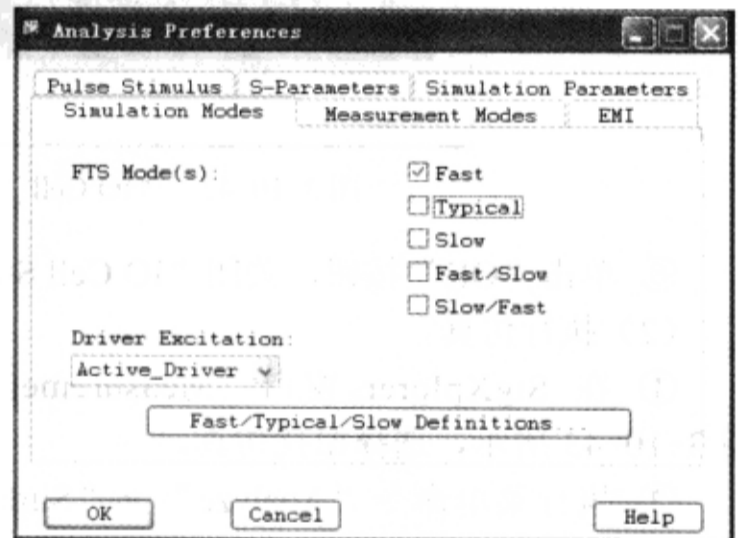

图 3-10-40 设置仿真模式
(4) 设置“Simulation Modes”标签页参数，如图 3-10-40 所示。